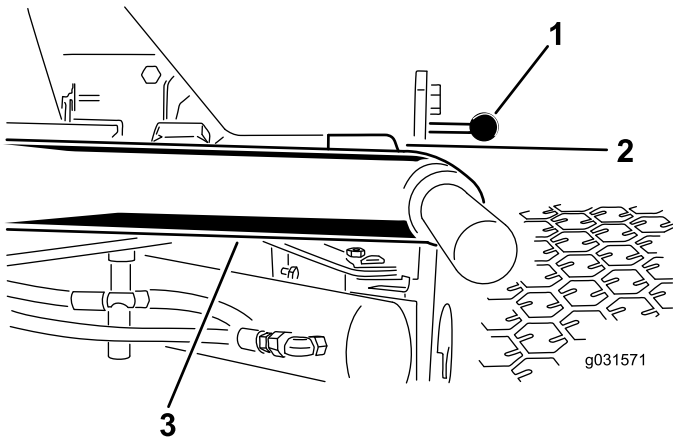

Рисунок 11
1. Запустите двигатель, поднимите режущие блоки и убедитесь, что зазор между каждым подъемным рычагом и кронштейном панели пола составляет от 5 до 8 мм, как показано на Рисунок 11.